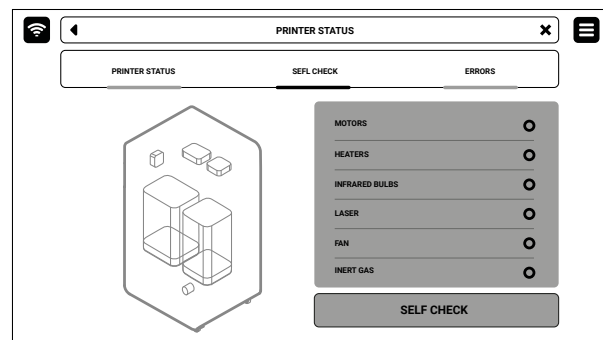

Abb. 12.3 Bildschirm **SELF CHECK**.
- b) Auf der Registerkarte **SELF CHECK** kannst Du überprüfen, ob alle Komponenten des Druckers richtig funktionieren (Motoren, Laser, Heizungen, etc. Abb. 12.3).